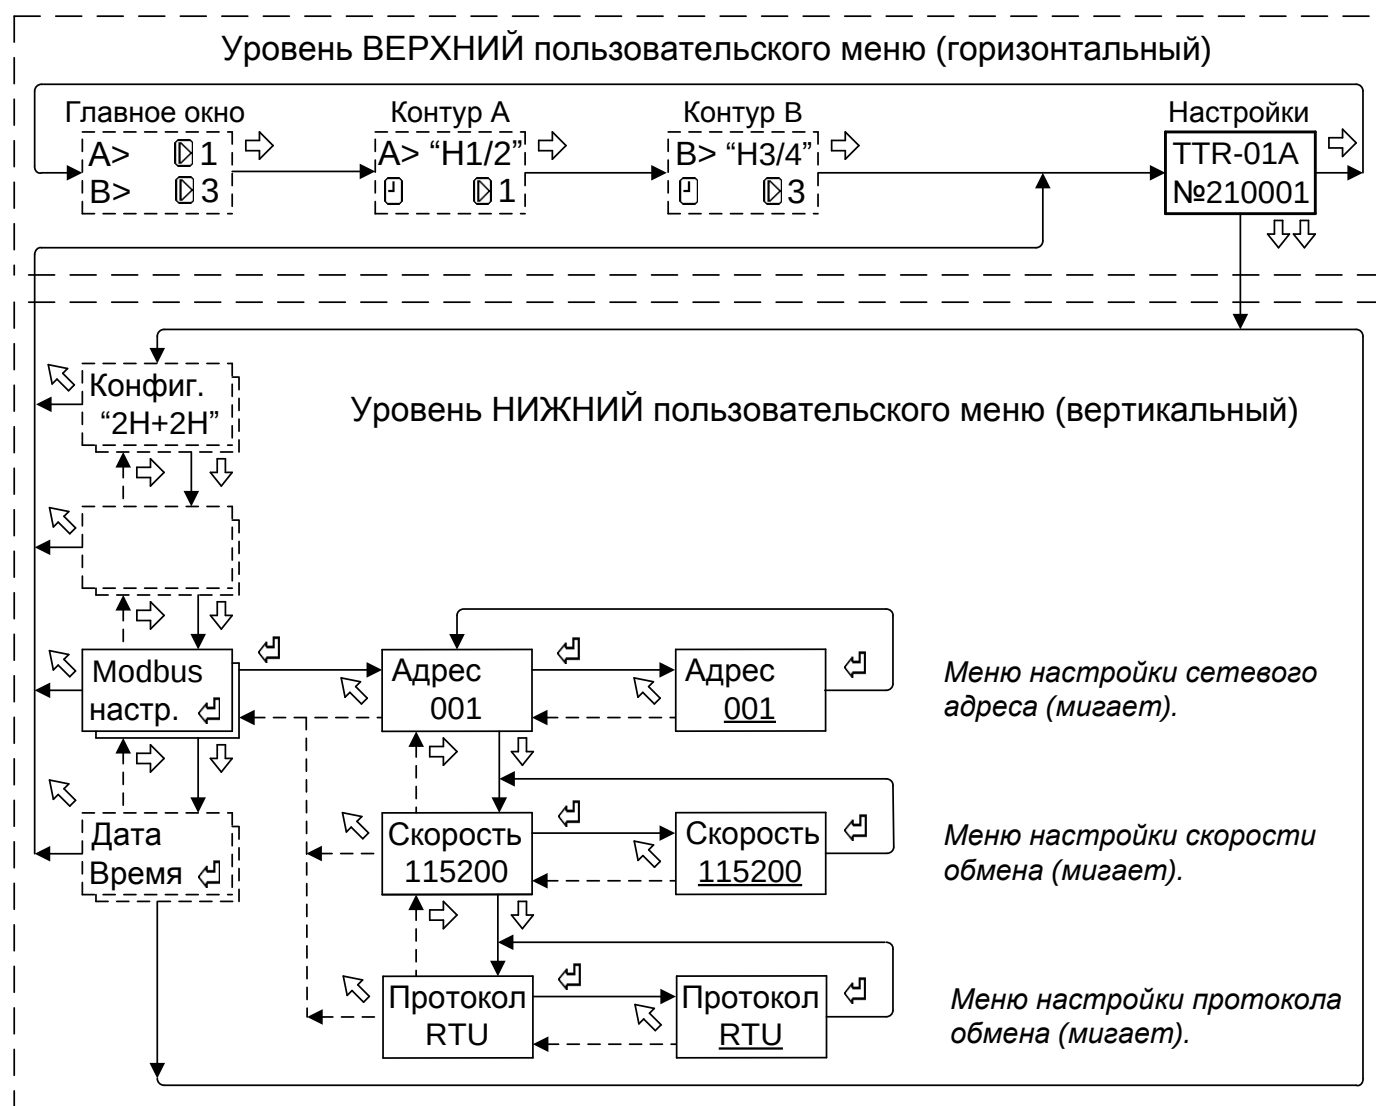

Рисунок 10 – Структура меню настройки сетевых параметров
7.6.1 При подготовке TTR к работе в сети интерфейса RS485 следует проверить и при необходимости установить сетевые настройки – адрес в сети, скорость и протокол обмена. Для этого необходимо войти в меню «**Modbus настр.**» (см. рисунок 10).